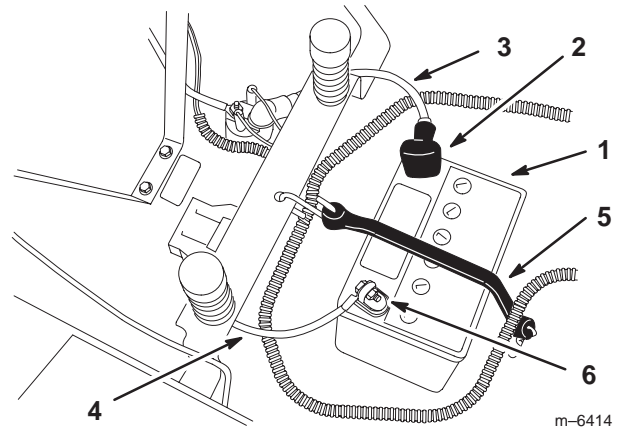

Bild 34
4. Klemmen Sie das Minuskabel (schwarz) vom Batteriepol ab (Bild 34).
5. Schieben Sie die Gummiabdeckung am Pluskabel (rot) nach oben. Klemmen Sie das (rote) Pluskabel vom Batteriepol ab (Bild 34).
6. Nehmen Sie die Batterieklemme ab (Bild 34) und heben Sie die Batterie aus dem Ständer heraus.
1. Stellen Sie die Batterie in ihren Ständer, wobei die Pole vom Armaturenbrett weg weisen müssen (Bild 34).
4. Befestigen Sie die Kabel mit zwei Schrauben (1/4 x 3/4 Zoll), Scheiben (1/4 Zoll) und Muttern (1/4 Zoll) (Bild 34).
6. Befestigen Sie die Batterie mit der Befestigung (Bild 34).